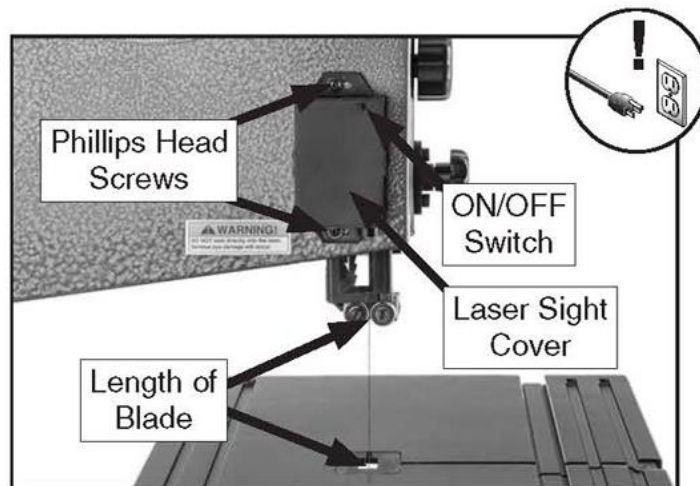

Рисунок 61. Компоненты лазерного маркера.
2. Ослабьте винты с крестообразной отверткой (см. рис. 61), которыми лазерный маркер крепится к корпусу ленточнопильного станка.
3. Включите лазерный маркер и слегка переместите блок лазера до тех пор, пока луч не осветит пильное полотно по всей длине (см. рис. 61), затем затяните винты с крестообразной отверткой для фиксации в нужном положении.
Чтобы заменить батарейки лазерного маркера, просто откройте крышку лазерного маркера (см. рис. 61) и замените батарейки, совместив положительные и отрицательные клеммы. Когда закончите, установите крышку на место.